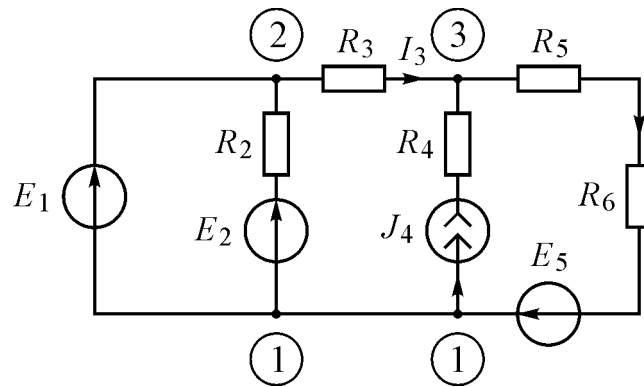

Рис. 6
2.1. Для схемы (рис. 6) в соответствии с данными своего варианта рассчитать ток  $I_3$
3.1. Собрать схему (рис. 6). Установить заданные значения элементов схемы.